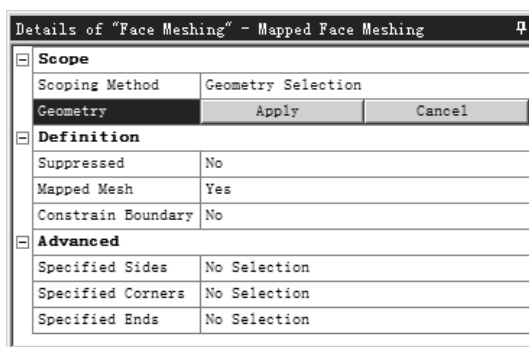

图 4.3.31 “Advanced” 区域
- ◆ 当在 **Geometry** 中定义映射面后（无论是实体的还是片体的），“Details of ‘Mapped Face Meshing’ - Mapped Face Meshing” 对话框中均会出现图 4.3.31 所示的区域，其中包含了 **Specified Sides**、**Specified Corners** 和 **Specified Ends** 三个选项。